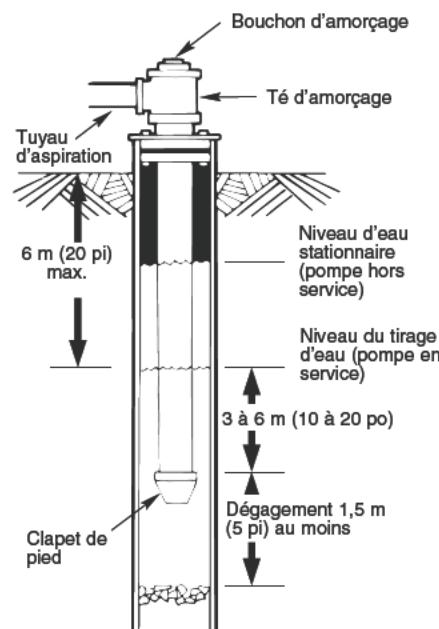

Figure 1 - Installation de puits cuvelé/creusé
- 5 ° Avec un clapet de pied, il est conseillé d'utiliser pour l'amorçage une connexion en té et un bouchon. (Fig. 1)
AVIS Pour les longs chemins de câblage à l'horizontale, monter une connexion d'amorçage en té entre le clapet de retenue et la tête du puits (Fig. 1). Pour les installations par points de puisage menés, installer un clapet de retenue sur la tuyauterie. Vérifier si la flèche indiquant le flux du débit sur le clapet de retenue est orientée en direction de la pompe.